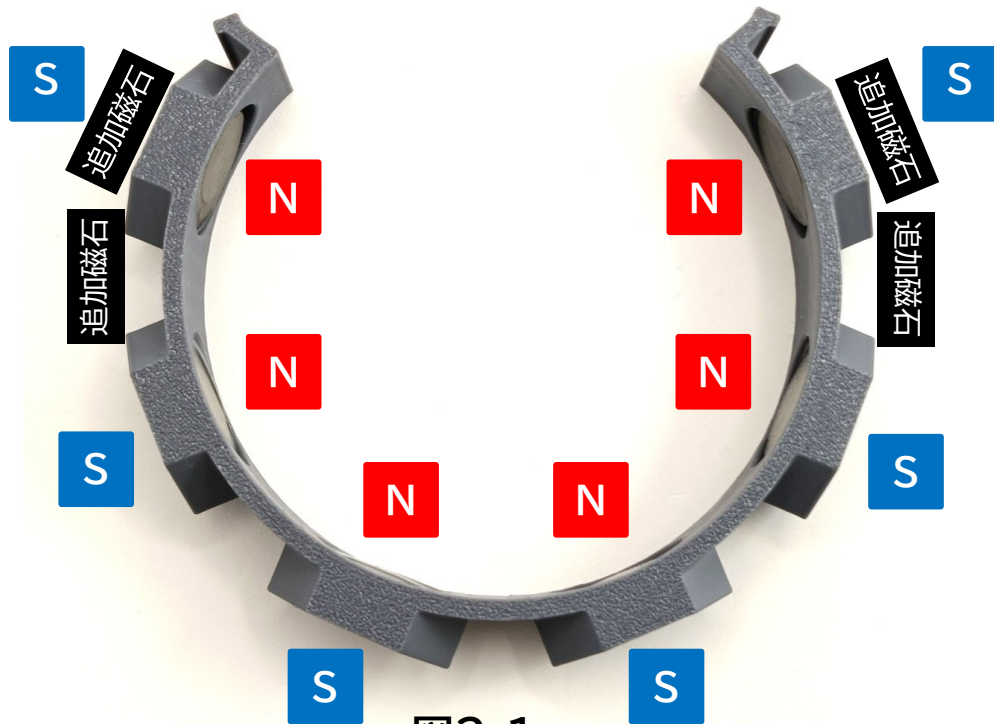

図2-1
1. マグネットリングには極性があります。図2-1のように、リング内側はN極、外側がS極となっております。